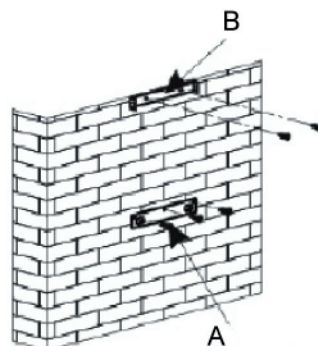

Fig. 1
- Trace na parede os 3 orifícios que tem de fazer utilizando o gancho de suspensão do exaustor fornecido e respeitando a distância aconselhada (peça A da fig. 1).
- Fixe o suporte de fixação do exaustor, certificando-se de que fica totalmente nivelado (peça A fig. 1).
- Calcule a altura final para fixar o apoio em U do suporte da chaminé (peça B da fig. 1).
- Faça os 2 orifícios de 8 mm e fixe o apoio do suporte da chaminé certificando-se de que fica exactamente no eixo do exaustor (peça B da fig. 1).